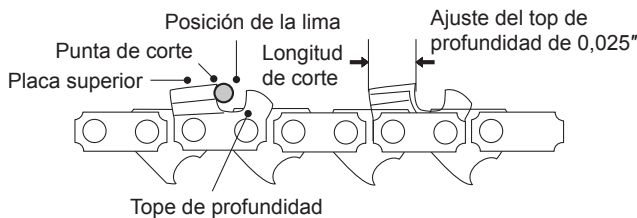

Fig. 46
9. Utilice un instrumento de medición del tope de profundidad para comprobar la altura de este. La mayoría de los principales proveedores de herramientas pueden suministrarle dispositivos de medición del tope de profundidad (Fig. 46).